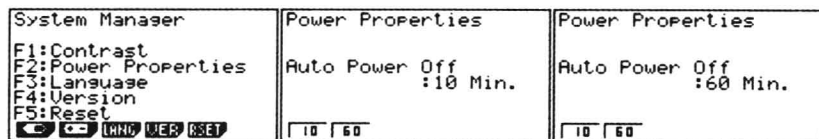

图 1-3 设置 fx-9750G II 的自动关机时间
按 MENU E 键进入图 1-3 左图所示的 **SYSTEM** 模式界面,按 F2 (+) 键,进入图 1-3 中图所示的界面,表示自动关机时间设置为 10min。按 F2 (60) 键为将自动关机时间设置为 60min。